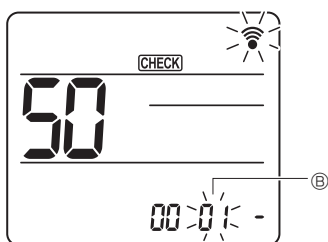

Fig. 6-18
- ③ Sélection d'un mode
Appuyez sur les touches [DOWN] pour régler le numéro de mode ②. (Fig. 6-18)